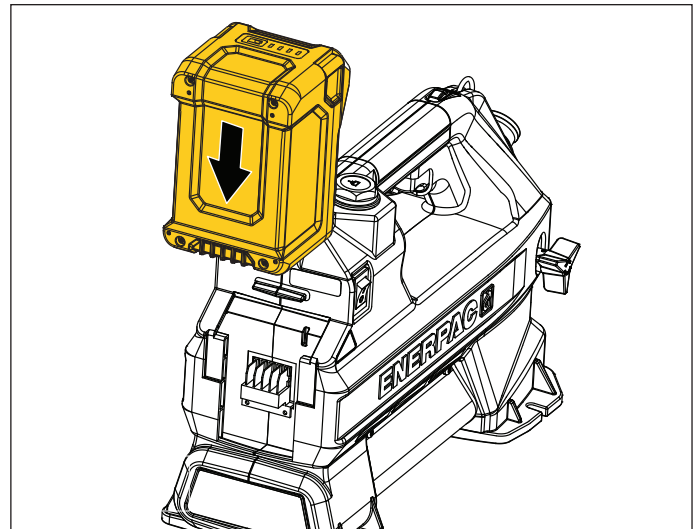

Figura 6: Batteria - Installazione
- **Per installare la batteria sulla pompa:** fare scorrere la batteria verso il basso per agganciarla agli elementi di collegamento presenti sul retro della pompa. Assicurarsi che si incastrino correttamente nella sede. Vedere la Figura 6.